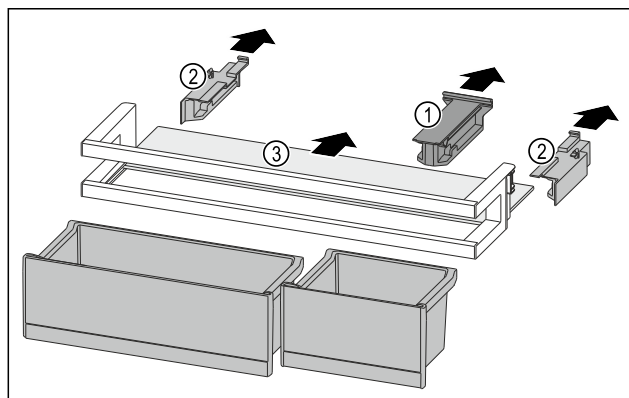

Fig. 133
- ▶ Снимите крепление Fig. 133 (1).
- ▶ Снимите боковые части Fig. 133 (2).
- ▶ Извлеките съемную полку Fig. 133 (3).